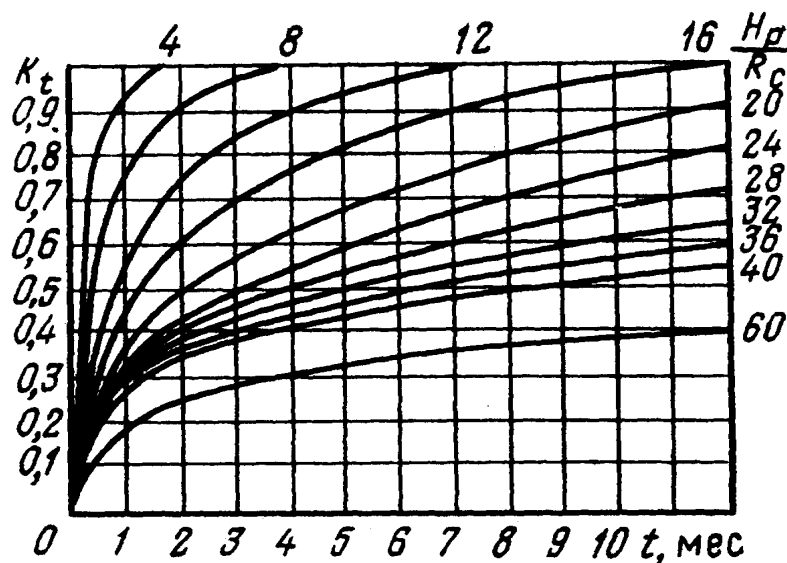

Рис. 3. Номограмма для определения коэффициента  $K_{t1}$
$K_{t1}$  – коэффициент влияния времени  $t_1$  за период до ввода крепи в работу с учетом комплекса  $H_p/R_c$  и выбранного типа горной крепи. Коэффициент  $K_{t1}$  устанавливается по номограмме (рис. 3), время  $t_1$  может быть найдено ориентировочно по табл. 4 в соответствии с типом выбранной крепи;
Данные для определения и значения коэффициентов  $K_{t1}$  (см. формулу (6)) по номограмме рис. 3 приведены в табл. 14.